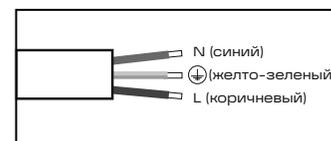

Рис. 4
- Выполните электрическое подключение осветительного прибора согласно рис. 4 или 5 (для версии с DALI 2.0).